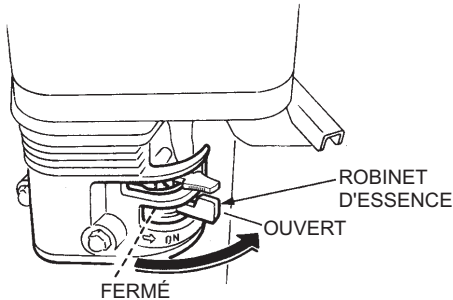

Figure 9. Levier du robinet d'essence
1. Placez le **levier du robinet d'essence** (Figure 9) sur position ON (ouvert).
3. Placez le **levier du robinet d'essence** (Figure 9) sur position **OFF** (Fermé).